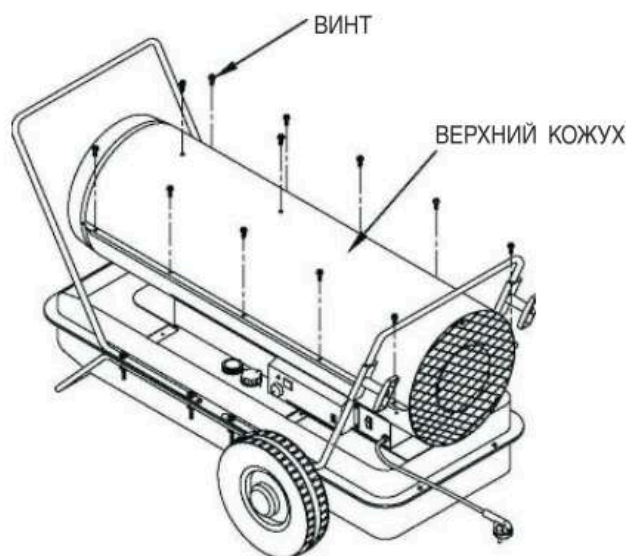

Рис. 7. Снятие верхнего кожуха
-Выкрутите все винты как показано на рис.7
- Снимите верхний кожух (см. рис.7)
- Снимите верхний кожух (см. рис.7).
- Снимите верхний кожух (см. рис. 7).